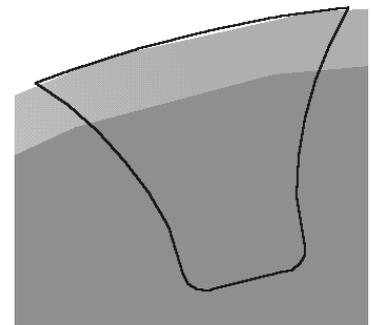

Рис.6
25. Вызовите команду **Скругление**  и выполните сопряжение линий профиля ножки с окружностью впадин радиусом равным **0.2*m** (рис. 6).